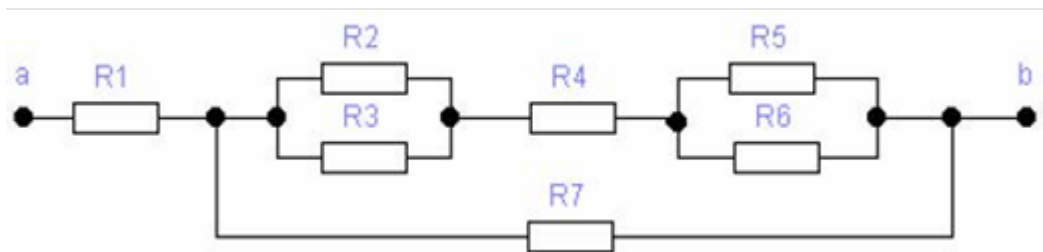

Рисунок 3.7.
18. Для кола, що зображене на рис. 3.7, визначити еквівалентний опір відносно затискачів $a - b$, якщо резистори кола мають наступні опори: $R_1 = 4$ Ом, $R_2 = 3$ Ом, $R_3 = 6$ Ом, $R_4 = 2$ Ом, $R_5 = 4$ Ом, $R_6 = 4$ Ом, $R_7 = 9$ Ом.